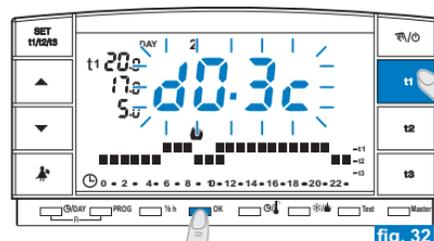
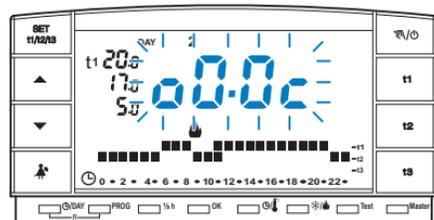

fig. 32
fig. 33
- Maintenir la touche **t1** appuyée, jusqu'à ce que la valeur configurée du différentiel s'affiche en **inscription clignotante** (exemple sur la fig. 32 - configuration d'usine **d0.3** $^{\circ}\text{C}$ ).
- Appuyer sur **OK** (fig. 32) pour passer à la configuration de la correction (Offset) (fig. 33).